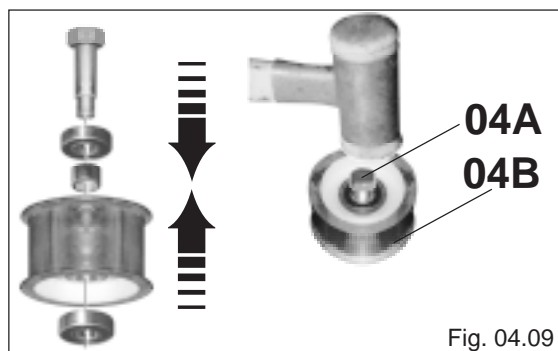

Fig. 04.05
**Posizionare i componenti interni alla puleggia, rispettando la sequenza indicata in fig. 04.05**
Position the components inside the pulley, while respecting the sequence indicated on fig. 04.05
Positionner les composants à l'intérieur de la poulie en respectant la séquence indiquée en fig. 04.05
Die Teile in die Riemenscheibe wieder einbauen, beachten Sie dabei die Angaben der fig. 04.05